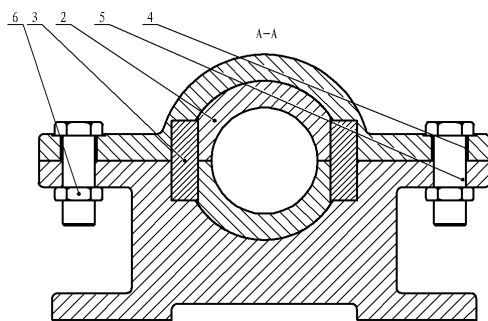

图 7.7.10 添加零件序号
Step2. 添加设置。在 **零件序号布局(B)** 区域中单击 **上(U)** 按钮,选择 **引线附加点:** 下的 **面(A)** 单选按钮,单击 **✓** 按钮,完成零件序号的添加,结果如图 7.7.10 所示。